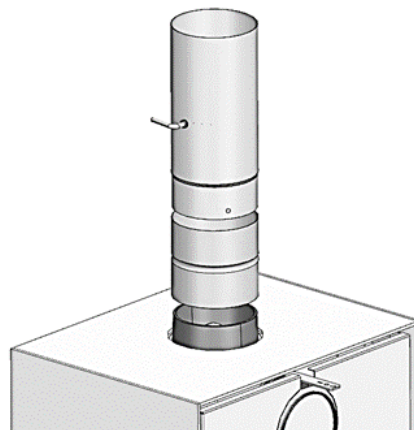

Fig. 9.- Esempio di installazione della regolazione del tiraggio
- Se si dispone anche della regolazione del tiraggio (opzionale – Fig. 9), situarla in posizione aperta.